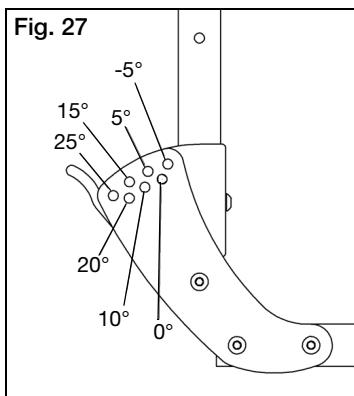

Fig. 27
- Gire el respaldo al ángulo deseado. Cada agujero representa 5° de rotación. La fila de agujeros superiores corresponden a -5°, 5°, 15° y 25° y la fila inferior de agujeros corresponden a 0° (vertical), 10° y 20° (Fig. 27).